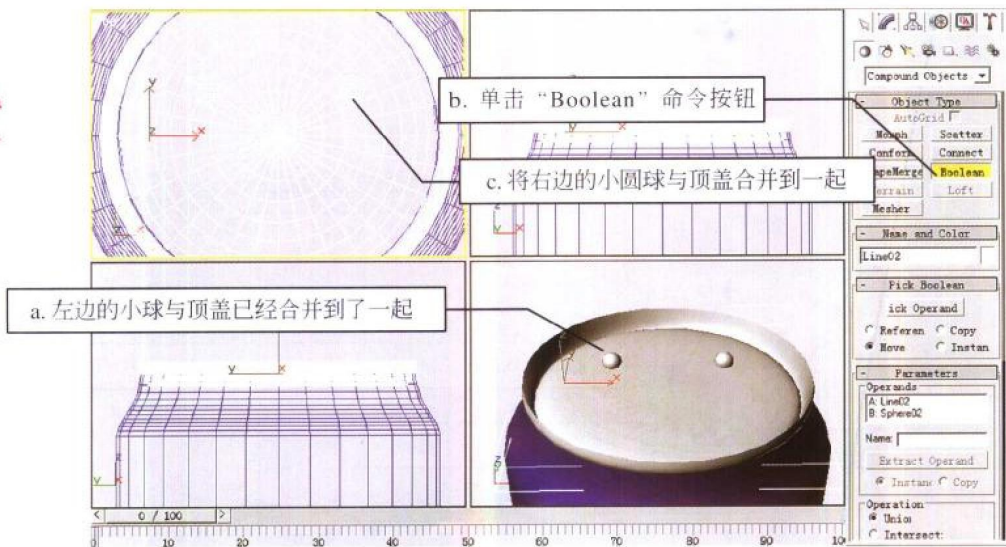

图 1-1-15
(6) 这时我们看到左边的小球与顶盖已经合并到了一起,见图1-1-15中的a。单击命令面板中的“Boolean”(布尔运算)命令按钮,见图1-1-15中的b。并重复步骤(39)和(40)的操作,将右边的小圆球与顶盖合并到一起,见图1-1-15中的c。